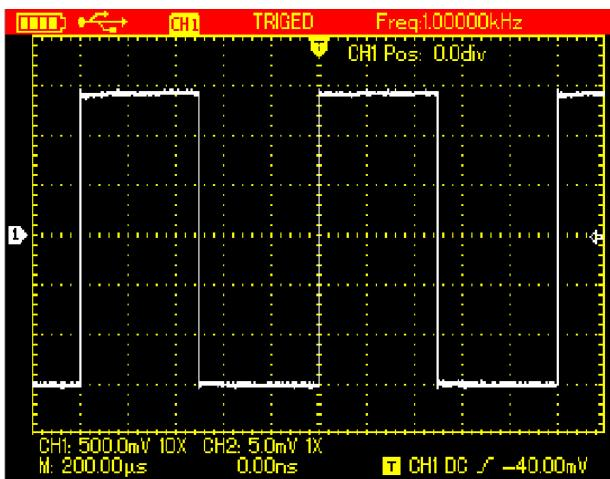

图4-5 本机方波信号
3. 把探头连接到补偿信号发生器输出口上，按 **AUTO** 按键，几秒钟内，可见到方波显示(1kHz，约3Vpp，峰峰值)，见图4-5。